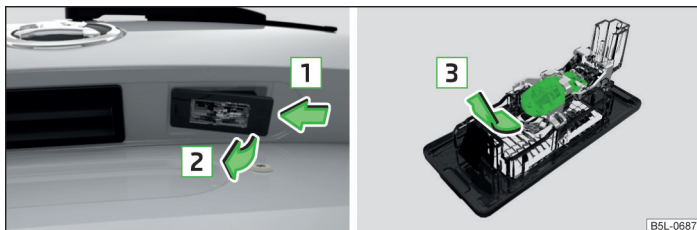

Fig. 201 Demontarea lămpii pentru numărul de înmatriculare / Înlocuirea becului
- Apăsați lampa în sensul săgeții » fig. 201.